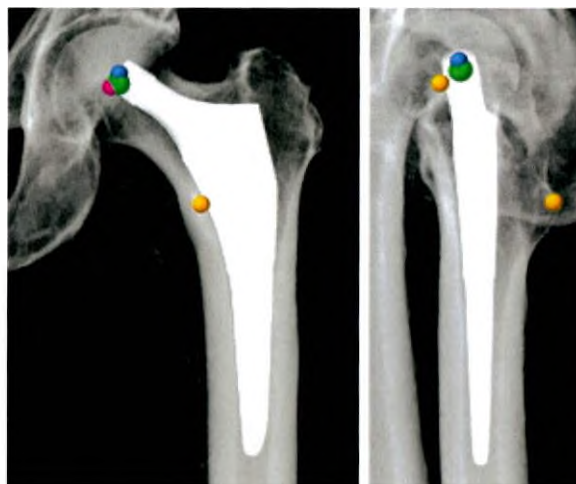

Рисунок 15.
- Режим «Stem Plan Mode» (Режим плана ножки) (вид рентгеновских снимков): в режиме рентгеновских снимков (рисунок 15 (слева)), возможно вращение модели для наблюдения видов посадки планируемой ножки, таких, как вид сбоку (рисунок 15 (справа)).